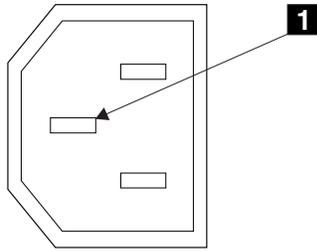

図2. アース・ピン
6. SAN ボリューム・コントローラーのフレームと各主電源コネクターのアース・ピン **1** 間の導通を検査する (xiv ページの図 2)。